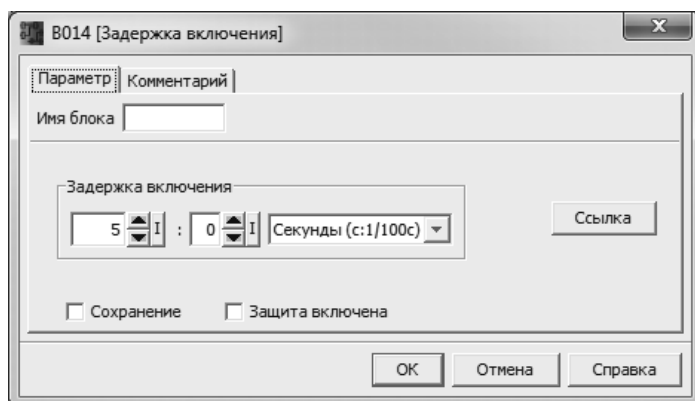

Рис. 4.13. Окно свойств блока *Задержка включения*
Блоки располагаются в *Панели инструкций* интерфейсного окна. В разделе *Постоянные (Constants)* находятся входы, выходы, постоянные и др. элементы программирования. В разделе *Базовые функции (GF)* находятся основные логические функции. В разделе *Специальные функции (SF)* находятся специальные функции и т.д. Чтобы вытащить блок (функцию) на рабочее поле, надо щелкнуть по нему левой кнопкой мыши и затем щелкнуть в области рабочего окна. Блок отобразится в рабочем окне. Или можно просто перетащить блок на рабочее поле, зажав левую кнопку мыши. Если теперь дважды щелкнуть по значку блока, то появится выпадающее окно, в котором можно задать свойства блока. Например, для блока *Задержка включения* можно задать время задержки включения в секундах, минутах или часах. При этом заданные параметры отображаются слева от значка блока. На рис. 4.13 для блока *Задержка включения* установлено время задержки – 5 сек.